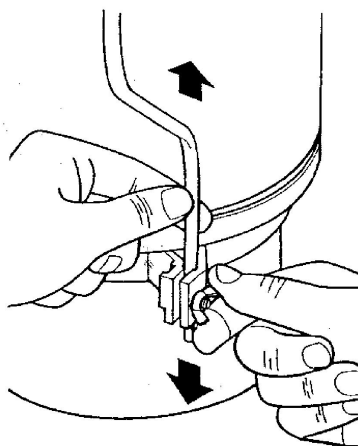

Fig. 4
- Inserire l'asta supporto nella sede del corpo e fissarla con i dadi e farfalle (Fig. 4).